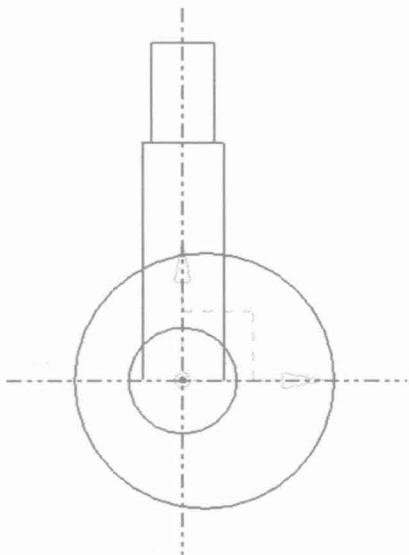

图 1-8 圆的绘制
(7) 单击“特征”工具栏上的【圆】按钮，绘制 $\phi 24$ 和 $R29$ 的圆，如图 1-8 所示。